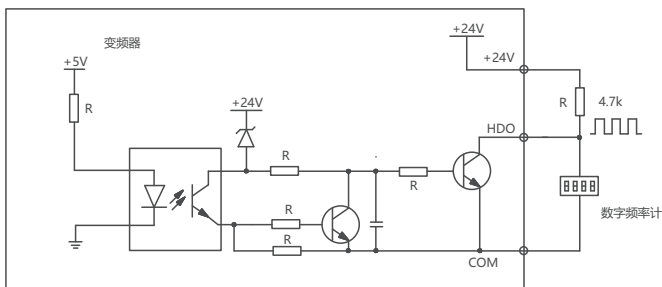

图5-7 输出端子HDO连接方式1
a) HDO用作数字脉冲频率输出，可使用变频器内部的+24V电源，接线方式如图5-7所示。